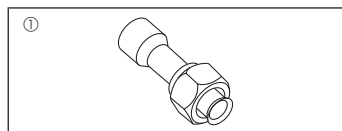

Fig. 1-1
1.6. Wyposażenie dodatkowe jednostki zewnętrznej (Fig. 1-1) (SHW230)